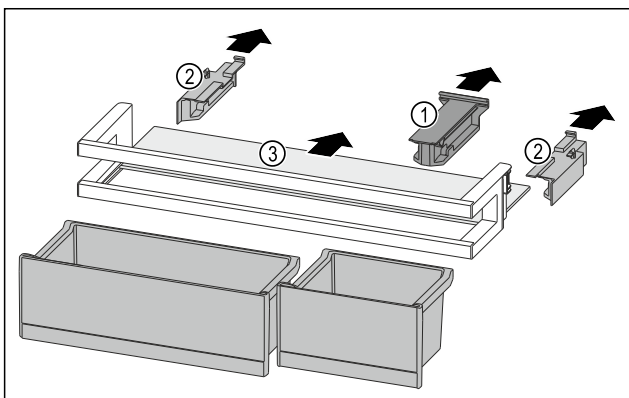

Fig. 81
- Retirer la pièce de retenue Fig. 81 (1).
- Retirer les parties latérales Fig. 81 (2).
- Retirer la tablette de rangement Fig. 81 (3).